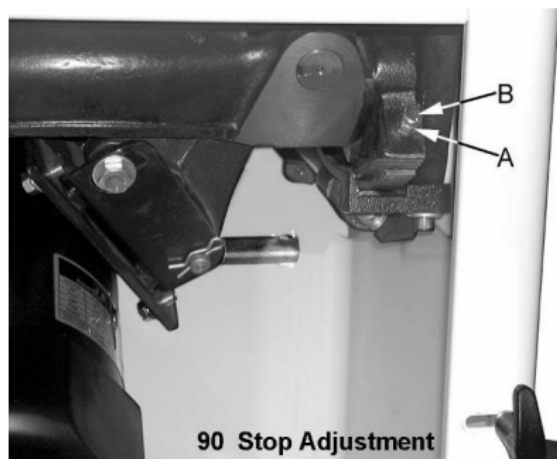

Рис. 18
5. Если пильный диск не под углом 90 градусов, откройте крышку двигателя, ослабьте контргайку (А см. рис. 18) и поверните стопорный винт регулировки (В, рис. 18) на передней цапфе во внутрь или наружу. Регулировочный винт следует прекратить вращать на переднем кронштейне цапфы, когда пильный диск находится в 90° к столу.
6. Затяните контргайку (А см. рис. 18).